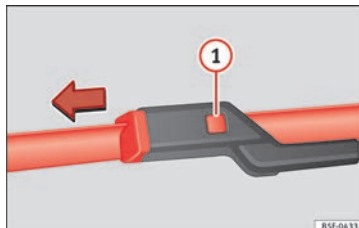

Fig. 90 Cambio de la escobilla del limpiaparabrisas.
- Oprima el botón de seguridad ① » **fig. 90**.